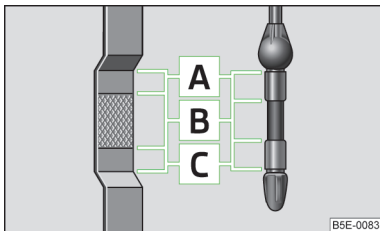

Fig. 135
- Dacă nivelul de ulei este situat deasupra zonei **A** » fig. 135 la pagina 162,  nu continuați deplasarea! Opriți motorul și apelați la asistență din partea unei unități specializate.
Joja indică nivelul uleiului » fig. 135.
Nivelul uleiului nu trebuie să fie în nici un caz, deasupra zonei **A** » fig. 135 - Pericol de deteriorare a instalației de evacuare a gazelor arse!